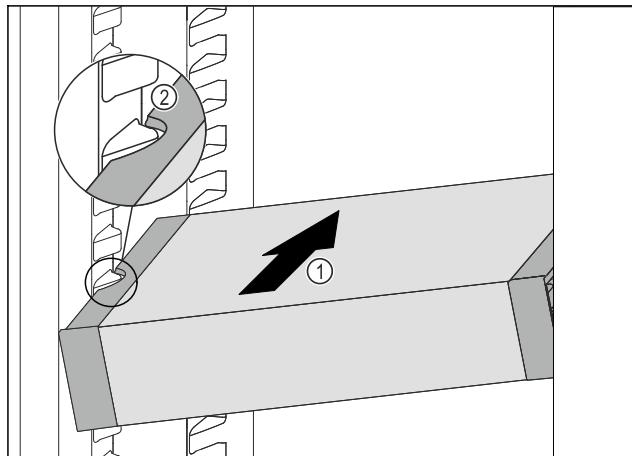

Fig. 129
- ▶ Вставити висувний ящик VarioSafe під кутом в охолоджувальне відділення Fig. 129 (1), додоки бокові поглиблення Fig. 129 (2) VarioSafe не будуть розташовуватися на рівні ребра для ємності в охолоджувальному відділенні.